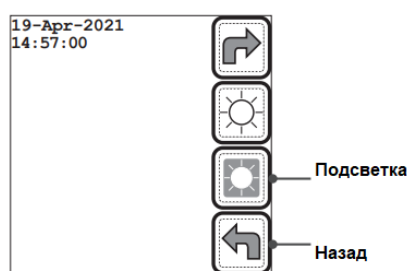

Рисунок 70: Настройка подсветки
4. Нажмите клавишу Настройка подсветки  чтобы включить или выключить подсветку (Рисунок 70 (стр. 58)). Найдите настройку, при которой экран имеет лучшую видимость при комнатном освещении.